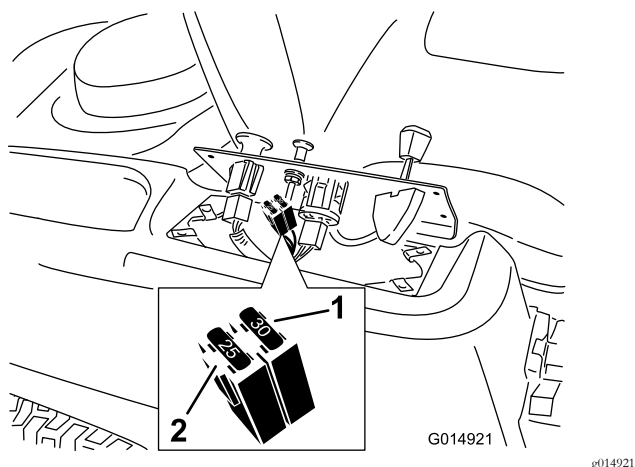

Figura 47
2. Levante el panel de control para tener acceso al arnés de cables principal y al bloque de fusibles (Figura 47).
3. Para cambiar un fusible, tire del fusible para retirarlo (Figura 47).